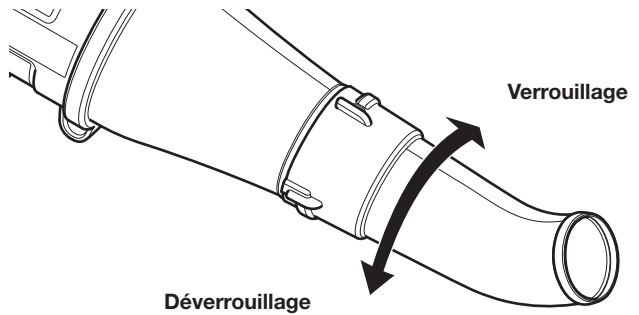

Fig. 2
2. Tournez la buse dans le sens horaire jusqu'à ce qu'elle s'enclenche et que vous entendiez un clic (Fig. 2).
1. Tordez la buse dans le sens antihoraire jusqu'à ce qu'elle se débloque du tube de la souffeuse (Fig. 2).
2. Retirez la buse du tube de la souffeuse (Fig. 2).